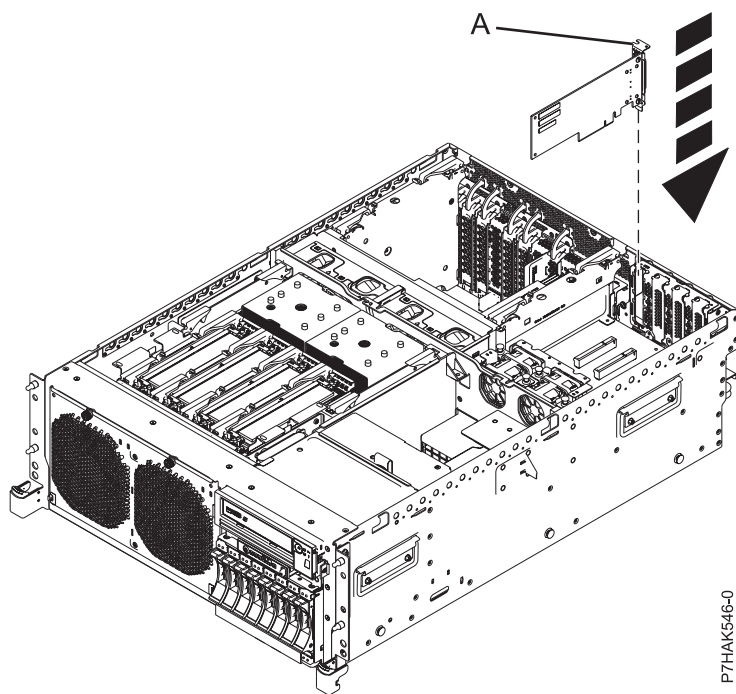
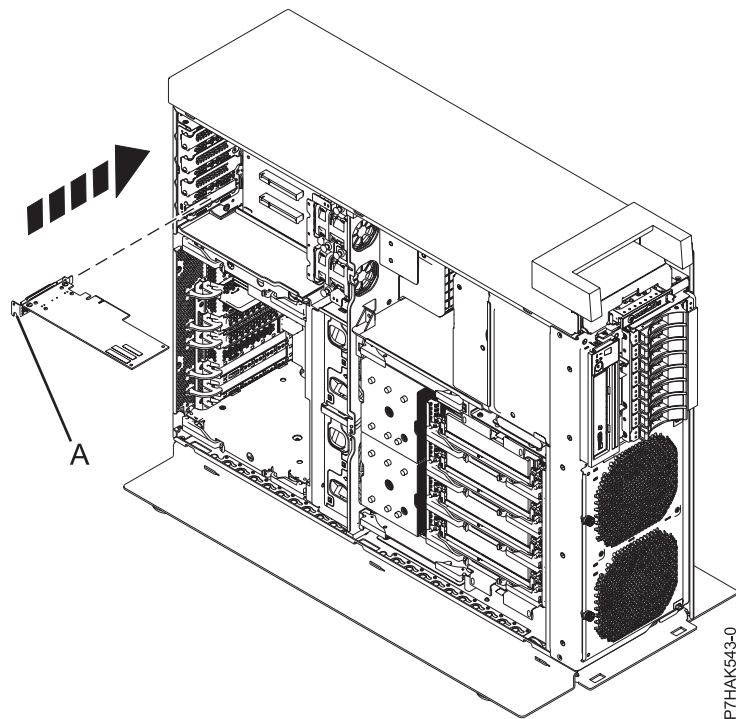

Abbildung 14. PCI-Adapter in einer Erweiterungsriserkarte in einem Einschubsystem austauschen
Abbildung 15. PCI-Adapter in einer Erweiterungsriserkarte in einem Standalone-System austauschen
17. Wenn Ihr System über eine Erweiterungsriserkarte verfügt, können Sie den flachen PCI-Adapter in den zugehörigen Steckplatz drücken. Bringen Sie den flachen Adapter mithilfe des Haltestegs (A) in Position und drücken Sie den Adapter in den zugehörigen Steckplatz (siehe Abb. 14 auf Seite 19 und Abb. 15 auf Seite 19).